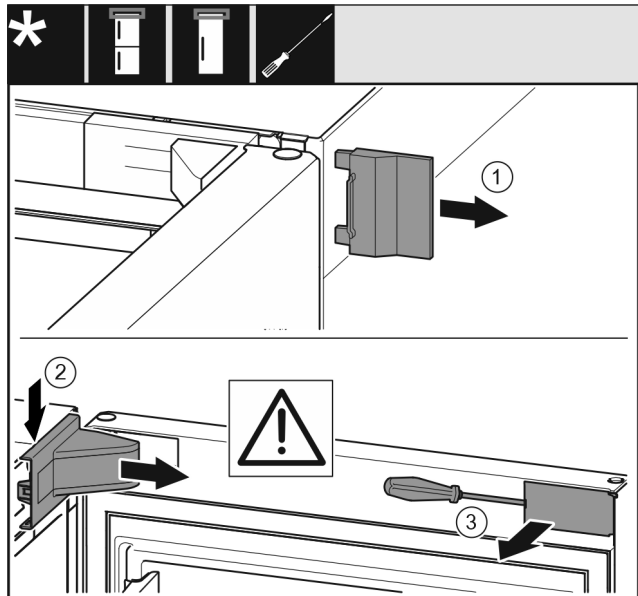

Fig. 7
- ▶ Tag den yderste afdækning Fig. 7 (1) af.
- ▶ Afhægt hængselsafdækningen Fig. 7 (2), og tag den af.
- ▶ Afhægt panelet Fig. 7 (3) med en kærnskruetrækker, og sving det til siden.